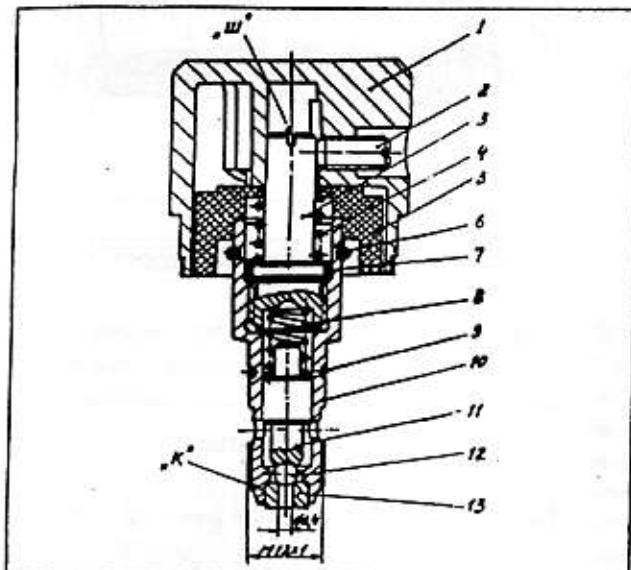

Рис. 12
Рис. 12. Регулятор давления (0.158-245). 1 - ручка регулятора (0.158-350); 2 - шпилька M5x10 (99-0.11.05); 3 - винт регулятора (0.010-853); 4 - пружина (10-1.04.11); 5 - втулка упорная (0.010-859); 6 - скоба (10-1.04.10); 7 - кольцо уплотнительное (99-7.10.07); 8 - пружина (0.047-373); 9 - кольцо уплотнительное (99-7.10.02); 10 - корпус регулятора (0-010-851); 11 - толкатель (0.010-856); 12 - шарик Ø 4 мм (99-4.15.02); 13 - седло клапана (10-1.61.03); «ш» - шлиц; «к» - клей уплотнительный
5.2.9. Регулятор давления (рис. 12).